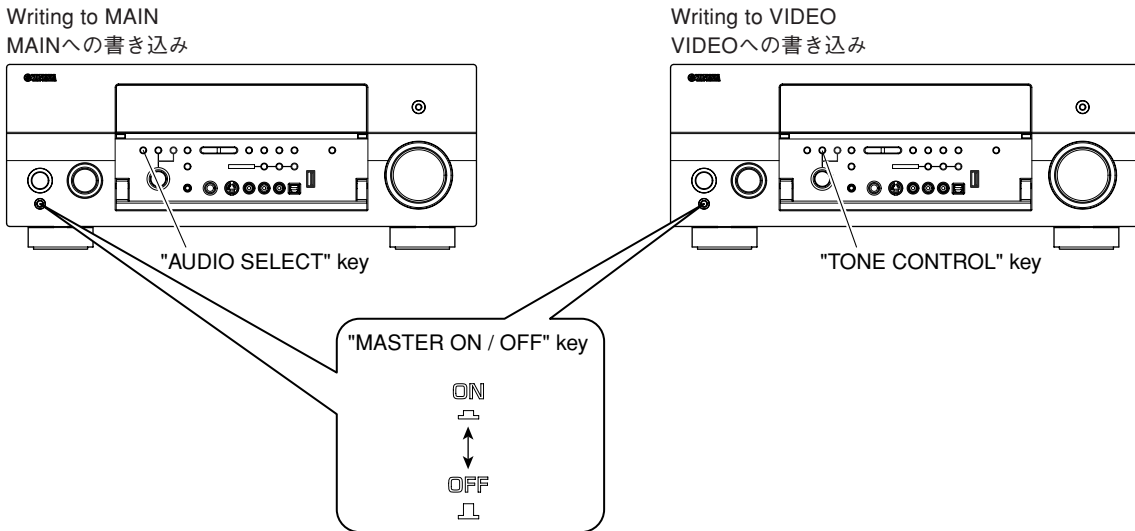

Fig. 7
5. Press the "MASTER ON/OFF" key of the main unit to turn it on. (Fig. 7)
6. For writing to MAIN, while pressing the "AUDIO SELECT" key of the main unit, connect the power cable of the main unit to the AC outlet. (Fig. 7)
For writing to VIDEO, while pressing the "TONE CONTROL" key of the main unit, connect the power cable of the main unit to the AC outlet. (Fig. 7)
5. 本機の"MASTER ON/OFF"キーを押して、ONの状態にします。(Fig. 7)
6. MAINへの書き込みには、本機の"AUDIO SELECT"キーを押しながら、本機の電源コードをACコンセントに接続します。(Fig. 7)
VIDEOへの書き込みには、本機の"TONE CONTROL"キーを押しながら、本機の電源コードをACコンセントに接続します。(Fig. 7)